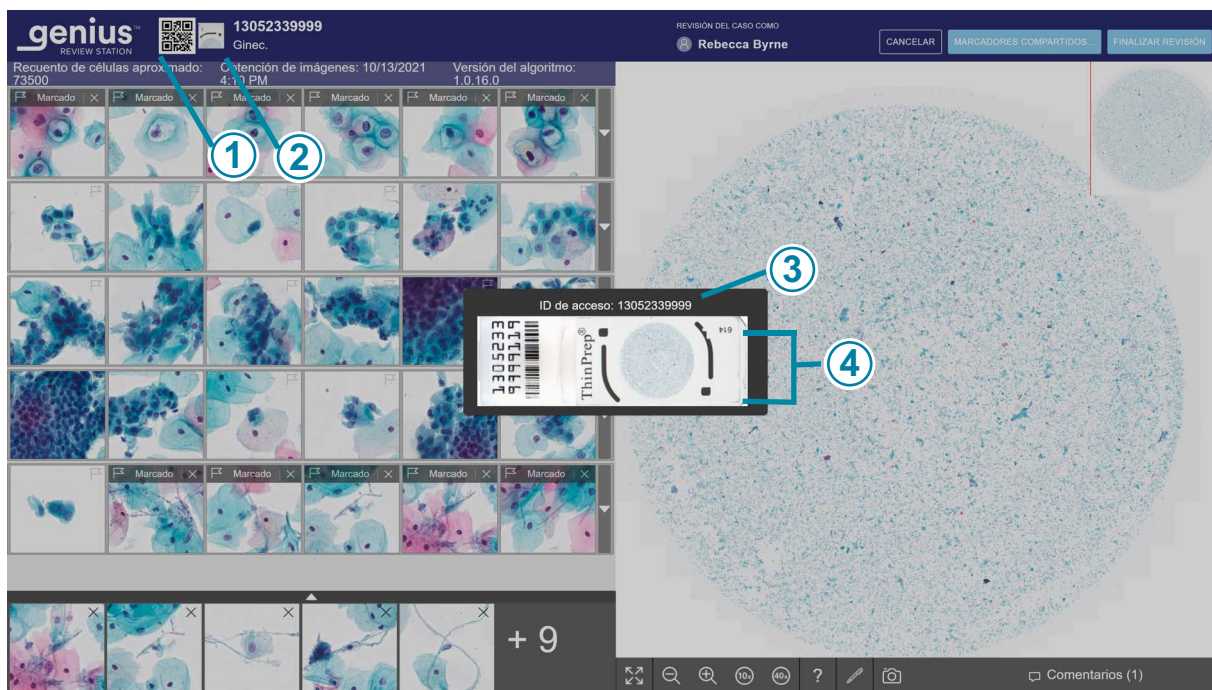

Figura 2-3-4 La macroimagen muestra el área de la etiqueta del portaobjetos, ejemplo de un caso con la IA cervical Genius
①	ID de acceso e imagen macro de la zona de la etiqueta del portaobjetos La estación de revisión muestra el ID de acceso como texto y como código QR. Para ver la macroimagen del portaobjetos, haga clic en la macroimagen de la zona de la etiqueta del portaobjetos. Consulte la figura 2-3-4. Para ver una imagen ampliada del código QR, haga clic en él. Para escanear el ID de acceso con un escáner de código de barras opcional, escanee la macroimagen del portaobjetos, el código QR más pequeño del ID de acceso o la imagen más grande del código QR.
②	En la parte superior de la galería, se muestra el recuento aproximado de células, la fecha en que se obtuvo la imagen del portaobjetos y la versión del algoritmo. Consulte “Recuento de células, fecha y versión del algoritmo” en la página 3.12 para obtener más detalles.
Leyenda de la figura 2-3-4